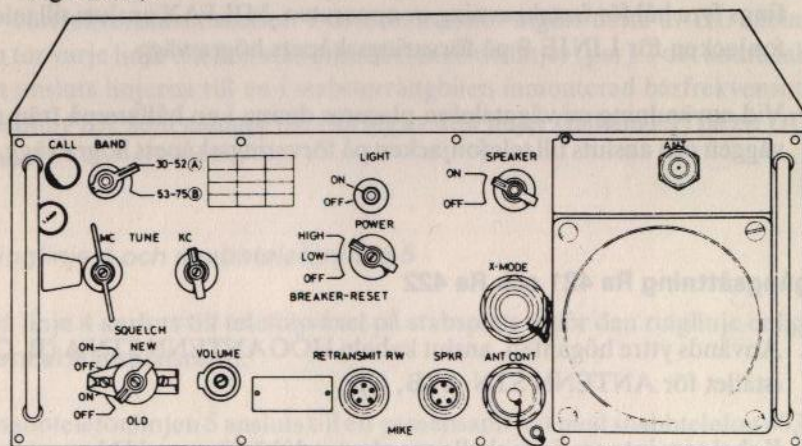

Bild 43. Ra 422
2. Ställ in sändtagarens manöverorgan enligt följande, bild 43 och 44: